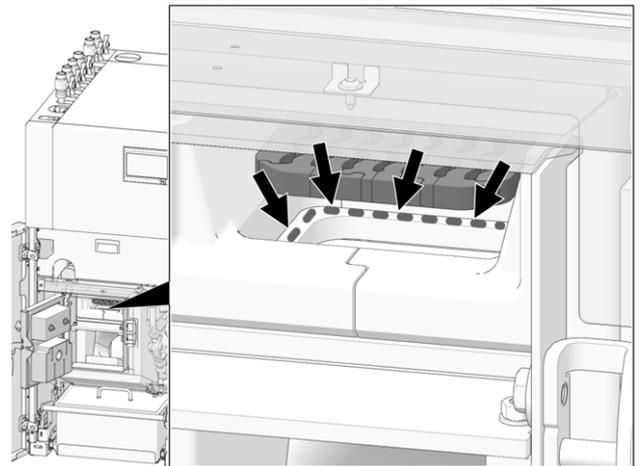

Abb. 2-57: Brennrast Auflagefläche reinigen
- ▶ Neuen Brennrost einlegen, vorher die Auflagefläche reinigen > Abb. 2-57